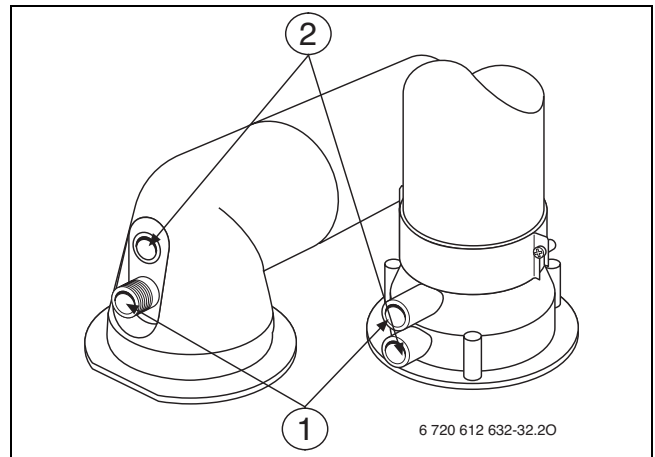

Рис. 68
- ▶ Видалити заглушку в штуцері для вимірювання параметрів повітря для спалювання (2) (→ рис. 68).
- ▶ Видалити заглушку у патрубку для вимірювання параметрів димових газів (1) (→ рис. 68).